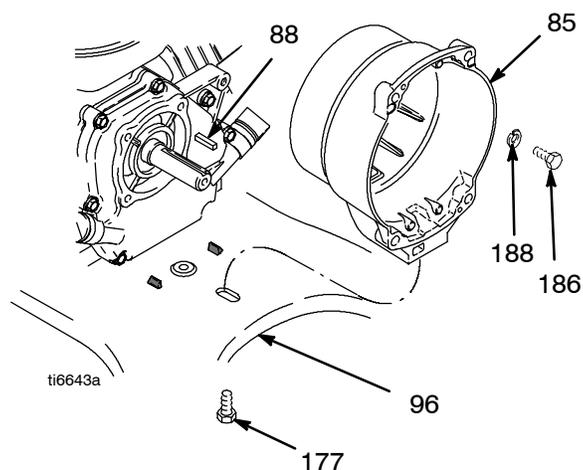

Abb. 10
1. Abb. 10. Die vier Sechskantschrauben (186) und Federringe (188), mit denen das Kupplungsgehäuse (85) am Motor befestigt ist, entfernen.
2. Die Schraube (177) von der Unterseite der Montageplatte (96) abnehmen.
3. Das Kupplungsgehäuse (85) abziehen.
1. Abb. 10. Kupplungsgehäuse (5) aufdrücken.
2. Die vier Hutschrauben (186) und Federringe (188) installieren und das Kupplungsgehäuse (85) am Motor befestigen. Mit 200 in-lb (22,6 N•m) festziehen.
3. Die Hutschraube (177) von der Unterseite der Montageplatte (96) her einbauen. Mit 26 ft-lb (35,2 N•m) festziehen.